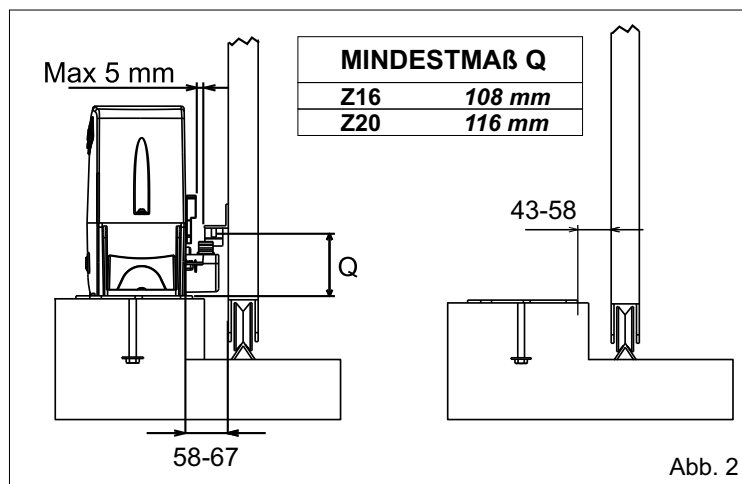

Abb. 2
2.3. Sich vor Einzementierung der Verankerungsplatte vergewissern, dass sie genau horizontal positioniert ist und dass der Abstand von 50 - 55 mm, wie in Abb. 2, eingehalten wurde.
4.2. Den Antrieb mit Hilfe der 2 mitgelieferten Bolzen an der Grundplatte befestigen und dabei die seitliche Position (Abb.5) nach den in Abb. 2 angegebenen Massen regulieren.